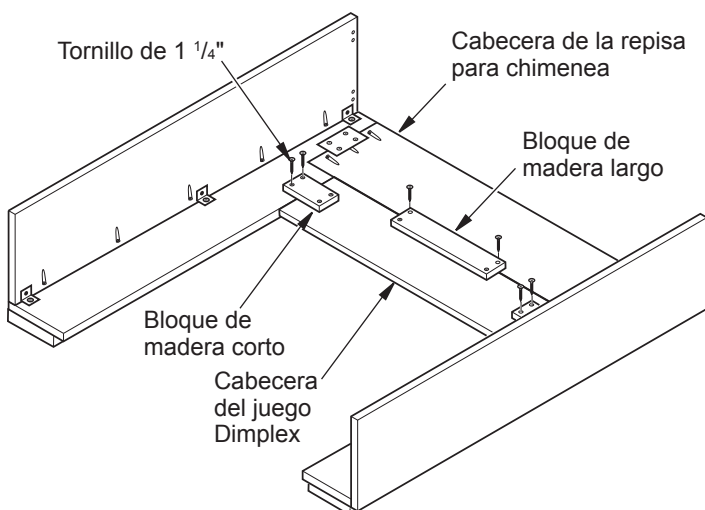

Figura 6 - Instalación del juego de repisa para chimenea Dimplex
6. Coloque la cabecera del juego Dimplex en el espacio situado debajo de la cabecera de la repisa para chimenea (consulte la figura 6). Presione la cabecera del juego Dimplex contra la cabecera de la repisa para chimenea y fije los bloques a la repisa por medio de los tornillos de 1 1/4" suministrados.